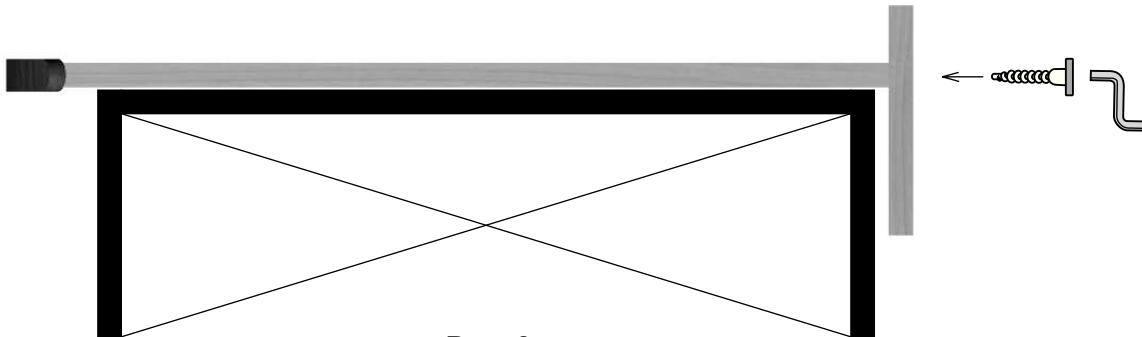

Рис. 2
2. Возьмите **основание** (2) и прикрутите его к **стойке** (1) при помощи **евровинтов** (7) и **ключа** (8) как показано на (рис. 2);
4. Возьмите **перекладину** (3), и прикрутите её к стойке с задней стороны при помощи **саморезов 25(5)** и крестовой отвёртки (см. внешний вид);
5. Аналогичным образом прикрутите **чашечку** (4), **саморезами 3,5x45** (6).